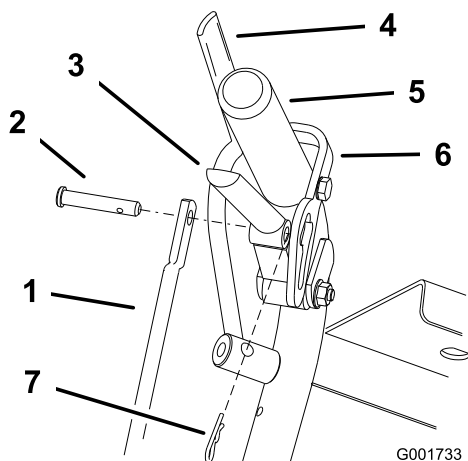

Figure 22
- Retirez les goupilles fendues et les axes de chape des leviers de déplacement et des verrous du point mort (Figure 22).
- Posez la goupille fendue entre les leviers de déplacement et les verrous de point mort, et dans les axes de chape (Figure 22).